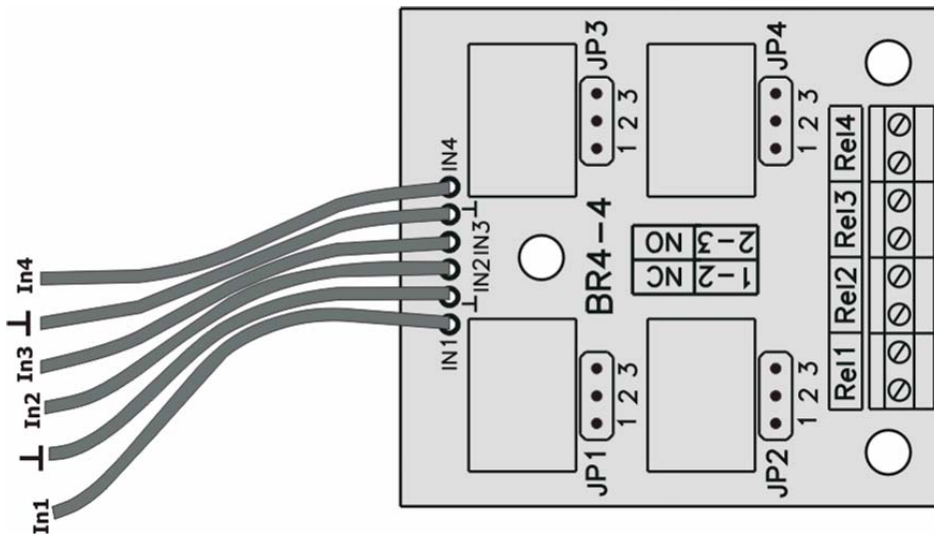

Рис. 2. Внешний вид БР4-4 и назначение выводов.
1.5 Внешний вид БР приведен на рис. 2.